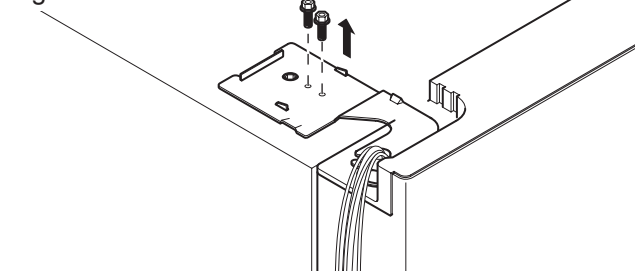

Fig. 4-7
1. Otez les capuchons des vis de la charnière et retirez le couvercle (fig. 4-7). Débranchez tous les câbles sauf le câble de terre.